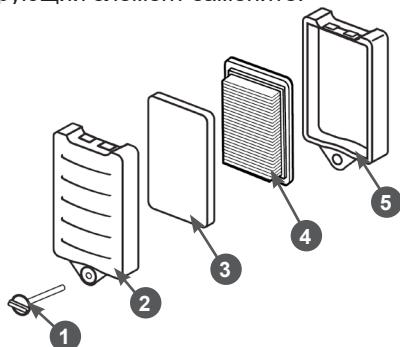

Рис. 13 Обслуживание воздушного фильтра
1. Открутите болт 1 и снимите крышку 2 воздушного фильтра (Рис. 13).
2. Извлеките предварительный поролоновый 3 и основной бумажный 4 фильтрующие элементы (Рис. 13).
4. При незначительном загрязнении промойте предварительный поролоновый фильтрующий элемент 3 (Рис. 13) теплым мыльным раствором и просушите. Поврежденный или сильно загрязненный поролоновый фильтрующий элемент замените.
Бумажный фильтрующий элемент 4 (Рис. 13) не подлежит очистке, необходима его замена. Не продувайте основной бумажный фильтрующий элемент сжатым воздухом, не промывайте его в бензине и других растворителях.
5. Произведите очистку крышки 2 и основания 5 воздушного фильтра, не допуская попадания пыли и грязи в воздуховод, ведущий к карбюратору (Рис. 13).